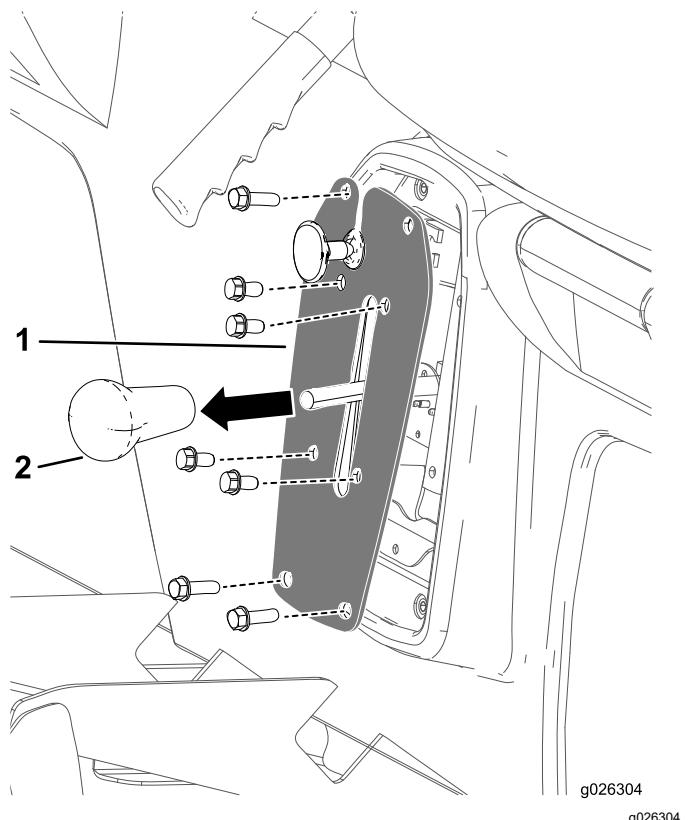

Figure 45
1. Retirez le pommeau du levier sélecteur (Figure 45).
2. Retirez les 4 boulons qui fixent la plaque de sélection à son support (Figure 45).
3. Retirez les 4 boulons qui fixent la plaque de sélection sur la base des sièges et déposez la plaque de sélection (Figure 45).
4. Revissez le pommeau sur le levier sélecteur et serrez-le à la main (Figure 45).